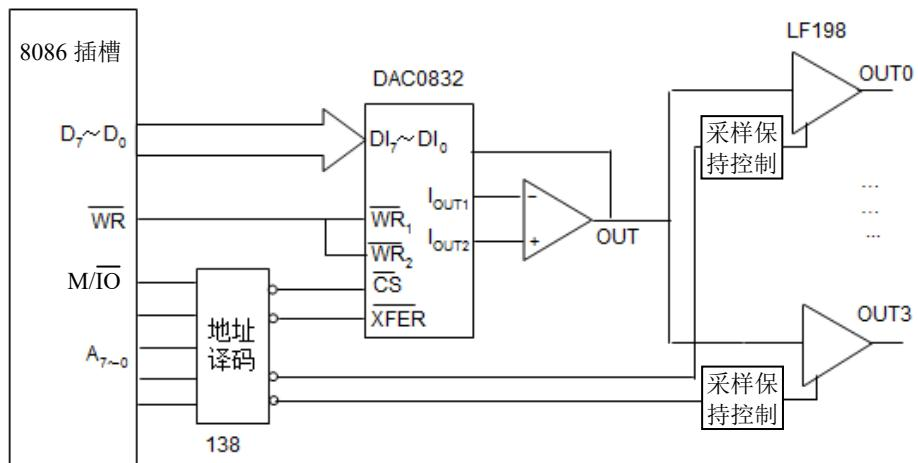

图 5
1. (12分) 参考图5所示, 4路模拟量输出通道设计方案, 试完成: